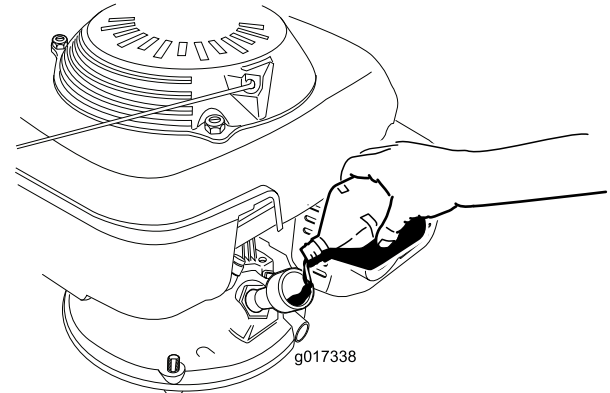

图8
3. **慢慢**将机油倒入注油孔、等待 3 分钟、将量油尺擦干净后插入注油孔**不是**拧入加油盖 (图8)、检查量油尺上的机油油位。